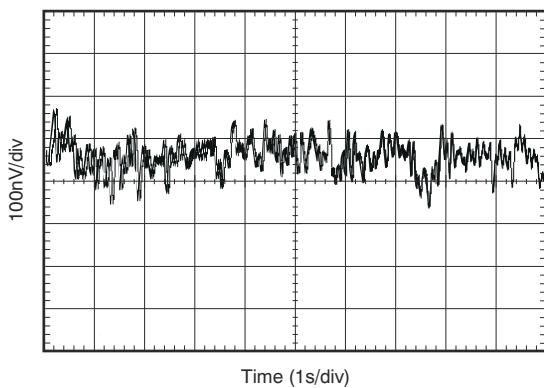

图 6-9. 0.1-Hz to 10-Hz Noise
0.1-Hz to 10-Hz Noise	<a href="#">Figure 6-9</a>